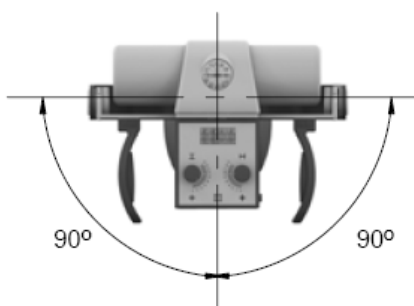

Рисунок 3.14 – Вращение блока источника рентгеновского излучения относительно поперечной оси
- $\pm 90^\circ$  относительно своей поперечной оси (см. рисунок 3.14). Значение угла, на который было произведено отклонение, отображается на индикаторе, расположенном на рентгеновском излучателе.